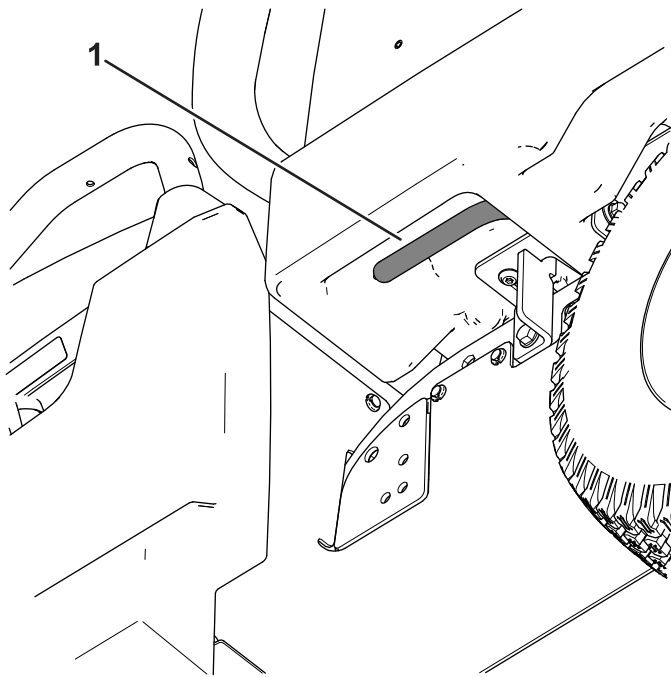

Figure 18
1. Tirez le levier situé à l'intérieur et à gauche du plateau de chargement vers vous, et levez le plateau (Figure 18).
1. Levez légèrement le plateau de chargement en soulevant le levier de verrouillage (Figure 18).